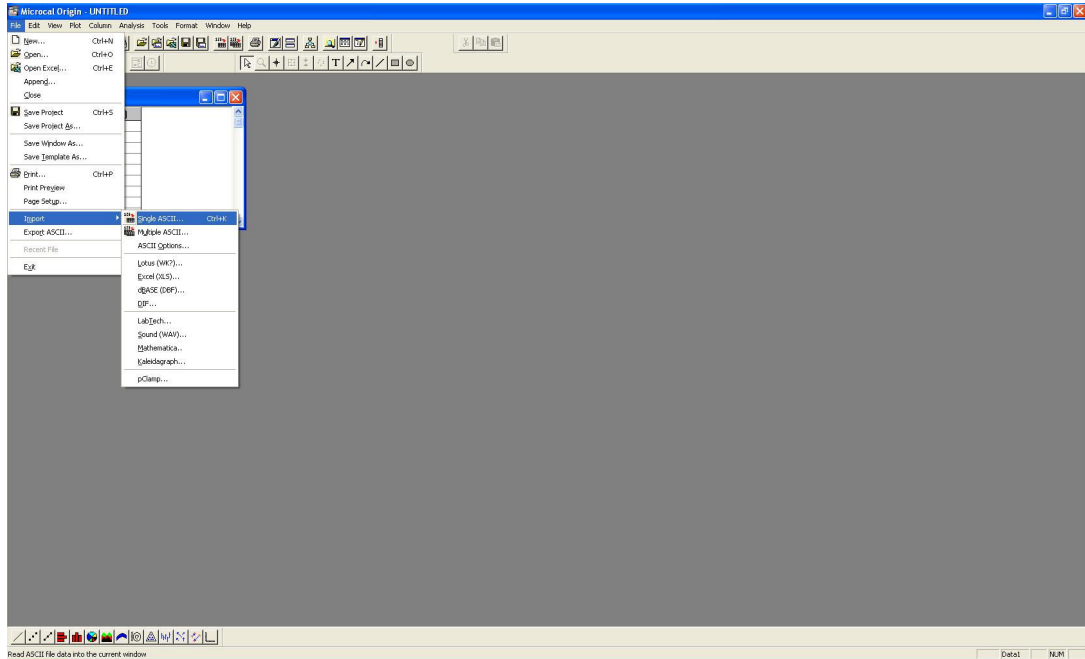
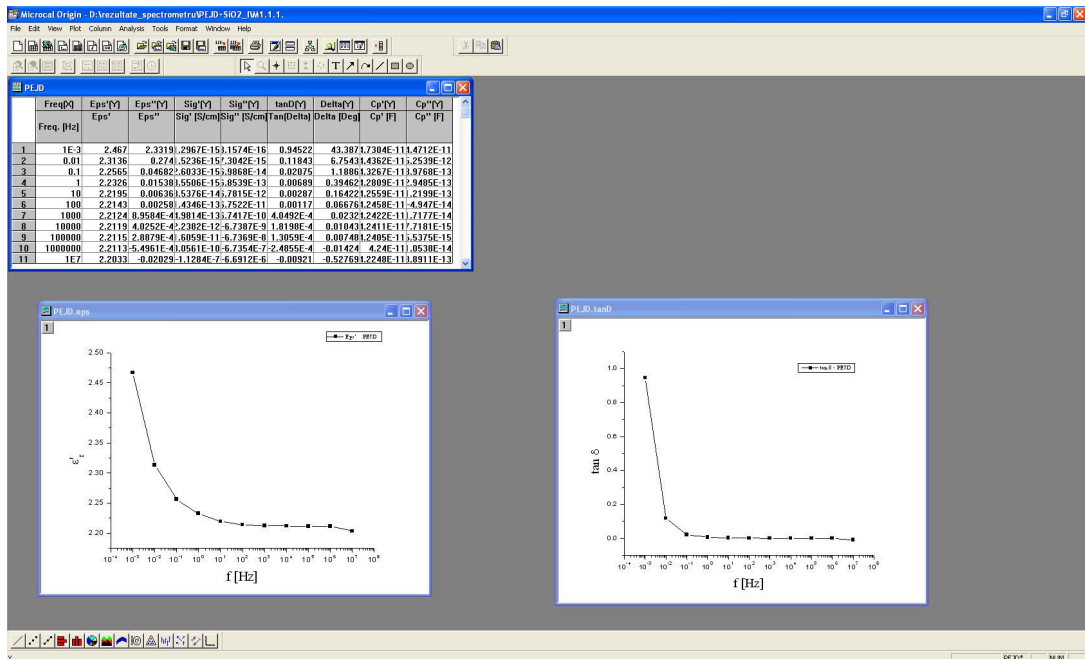

Fig.22. Importul datelor în programul Origin
Fig.23. Prelucrarea datelor în programul Origin
b) Datele astfel salvate pot fi prelucrate cu ajutorul diferitelor programe. În cazul analizat, fișierul *PEJD.txt*, va fi importat în programul Origin, astfel : **File** → **Import** → **Single ASCII**, ca în fig.22. Datele importate sunt prelucrate, pentru ca în final graficele dorite sa fie afișate ca în fig.23.